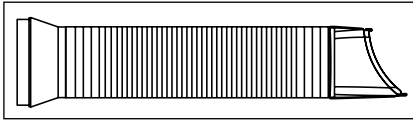

Fig. 3
1. Förläng båda sidor av slangen (Fig. 3).